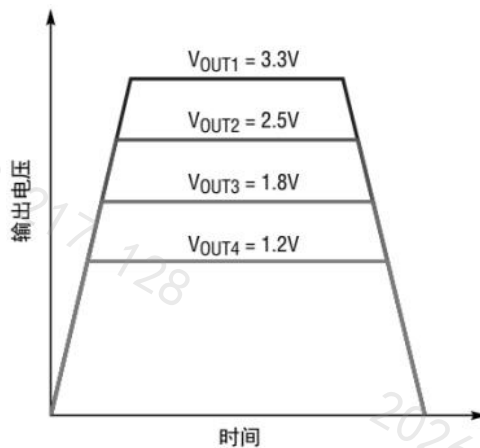

图 21. 输出重合跟踪波形
例如，VOUT (MA) =3.3V，MR=3.3V/ms，VOUT (SL) =1.2V，SR=1.2V/ms，如图21所示的VOUT1和VOUT4。从方程中可以看出，RTR4 (TOP) =60.4k和RTR4 (BOT) =13.3k是一个很好的组合。按照相同的方程式，我们可以得到VOUT2和VOUT3的相同RTR (TOP) /RTR (BOT) 电阻分压器值。当使用电阻分压器对特定通道进行跟踪时，TRACK引脚将接通1.7μA电流源。这将对TRACK引脚输入施加偏移。可以使用与根据上述公式计算出的电阻值具有相同比率的较小值电阻器。例如，如果使用60.4k，则可以使用6.04k将TRACK引脚偏移减小到可忽略的值。
重合输出跟踪可以被认为是一种特殊的比率输出跟踪，其中主机的输出转换速率 (MR) 与从机的输出转换速率 (SR) 相同，波形如图21所示的。